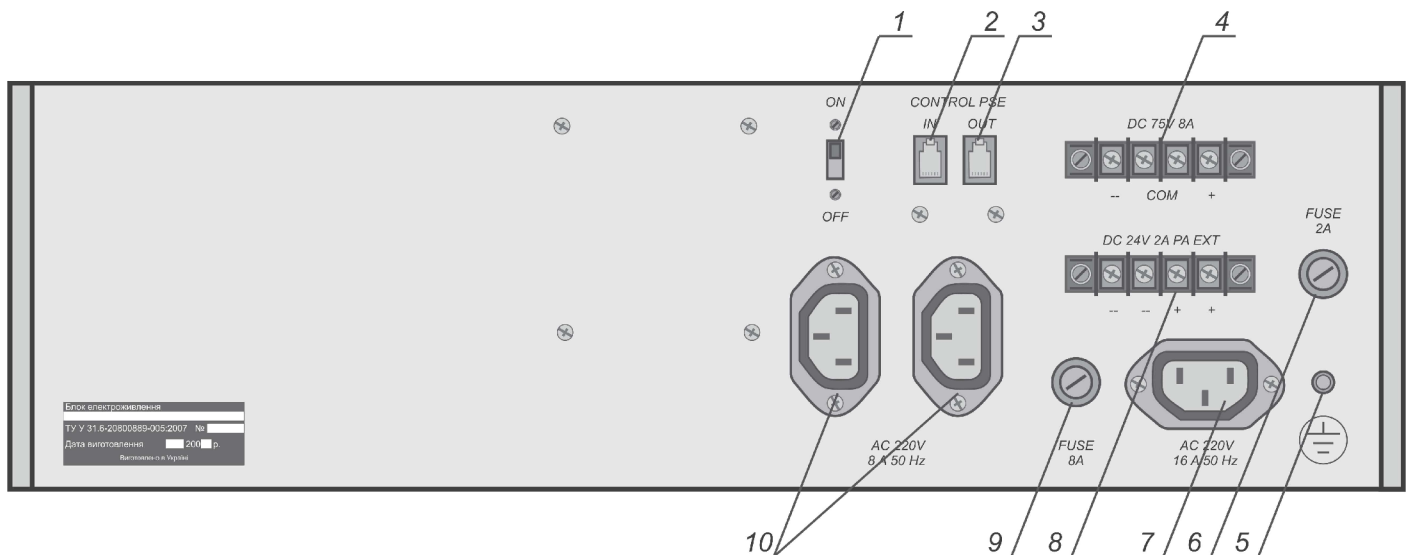

Рисунок 18
9.8 Розміщення клем та гнізд на задній панелі блоку БРЖ та їх призначення наведено на рис. 18.